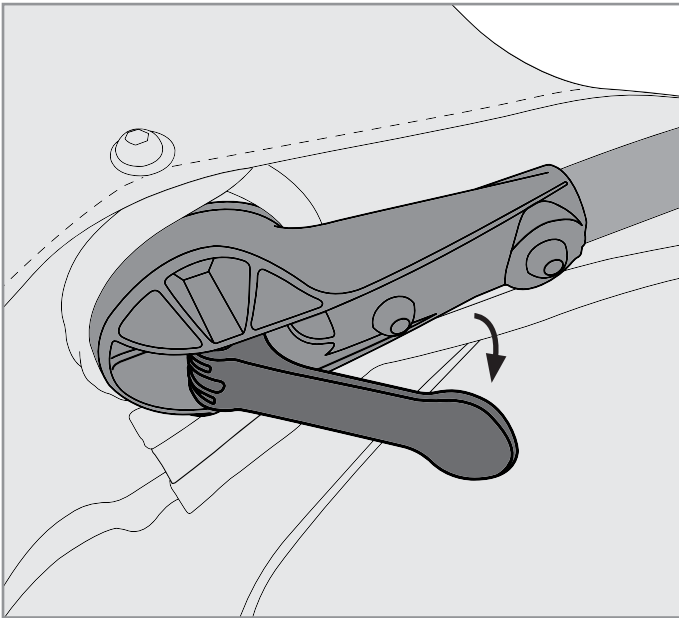

Figure 23
2. **Stroll / Jog mode:** The roll bar* may be rotated to serve as a handlebar while trailer is in strolling or jogging mode (Figure 22B). Pull lever to rotate (Figure 23).
2. **Mode promenade :** l'arceau de sécurité* peut être tourné pour servir de guidon lorsque la remorque est en mode promenade (Figure 22B). Tirez le levier pour tourner (Figure 23).
2. **Schiebe-/Laufmodus:** Der Überrollbügel* kann umgedreht und als Griffstange genutzt werden, wenn der Anhänger geschoben wird (Abbildung 22B). Ziehen Sie den Hebel, um die Griffstange zu drehen (Abbildung 23).